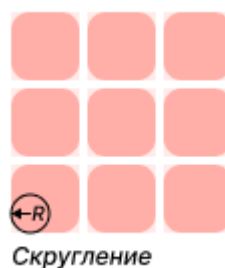

Рис. 186 Скругление углов элементов матрицы
- Скругление – значение радиуса сопрягающей дуги окружности, может быть задано в диапазоне 0 – 50 мм с шагом 0,1 мм, см. Рис. 186. При указании значения > 0 скругление применяется ко всем углам элементов матрицы. Значение скругления не может быть больше, чем половина наименьшего из значений высоты или ширины апертуры ($R \leq 1/2 * \min(\text{Высота}, \text{Ширина})$).